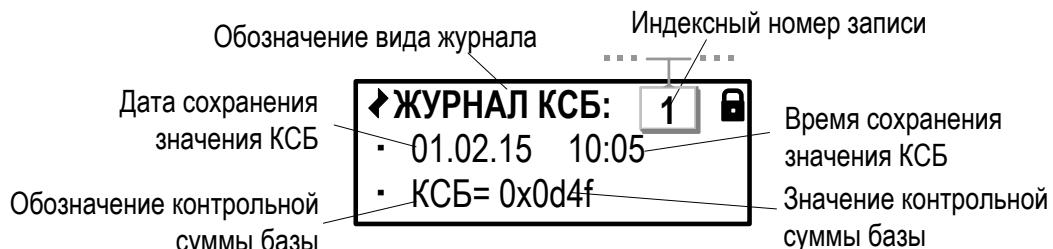

Рис.47. Вид окна индикации «Журнала КСБ».
8.3.6. Текущее значение контрольной суммы базы параметров фиксируется в **Журнале КСБ** (рис.47). Значение КСБ формируется в соответствии с установленными в тепловычислитеle значениями для набора установочных параметров. Сохранение сформированного значения КСБ происходит при переводе ТВ в режим РАБОТА.